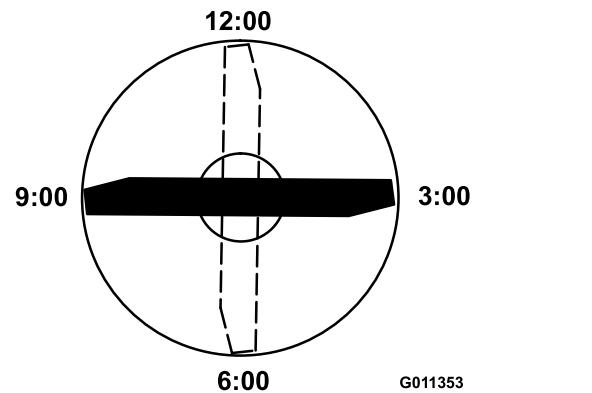

Figura 70
- Posicione a extremidade de corte da extremidade marcada da lâmina na posição das 12 horas (a direito na direção do corte) e meça a altura da mesa à extremidade de corte da lâmina (Figura 70).
- Rode a extremidade marcada da lâmina para as posições das 3 horas e das 9 horas e meça as alturas (Figura 70).